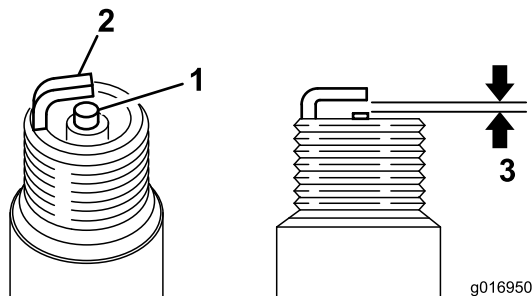

Figure 35
3. Réglez l'écartement des électrodes entre 0,6 et 0,7 mm (Figure 35). Posez la bougie avec l'écartement correct et serrez-la solidement 23 Nm.